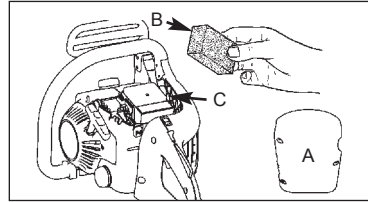

Fig. 15
1. Retirez les vis de fixation du couvercle du filtre à air (A) et retirez le couvercle, puis le filtre.
2. Retirez le filtre (B) du boîtier (C) (Fig. 15).